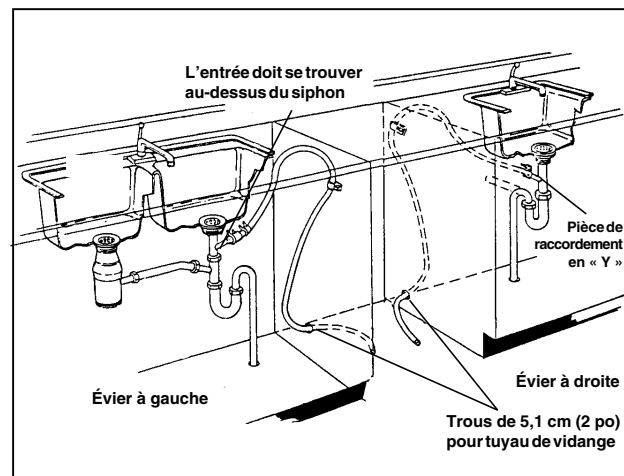

Figure 7
- Reportez-vous aux figures 7, 8 et 9 pour connaître les différents moyens de raccorder le lave-vaisselle au système de vidange. Choisissez la méthode qui convient le mieux à vos besoins.
- Si vous raccordez le lave-vaisselle au tuyau de vidange de l'évier, l'orifice d'entrée devra se situer au-dessus du siphon. L'achat d'une pièce de raccordement en « Y » et d'un ensemble de raccords (non compris) facilitera cette méthode de raccordement et vous permettra d'obtenir tous les raccords et toutes les instructions dont vous avez besoin. (Reportez-vous à la figure 7.)